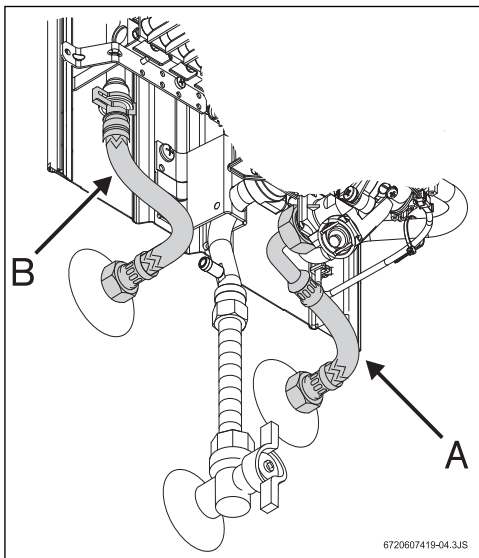

Fig. 11 Raccordement d'eau
- Identifier le tuyau d'eau froide (Fig. 11, élément A) et le tuyau d'eau chaude (Fig. 11, élément B), afin d'éviter l'éventualité d'une fausse connexion.